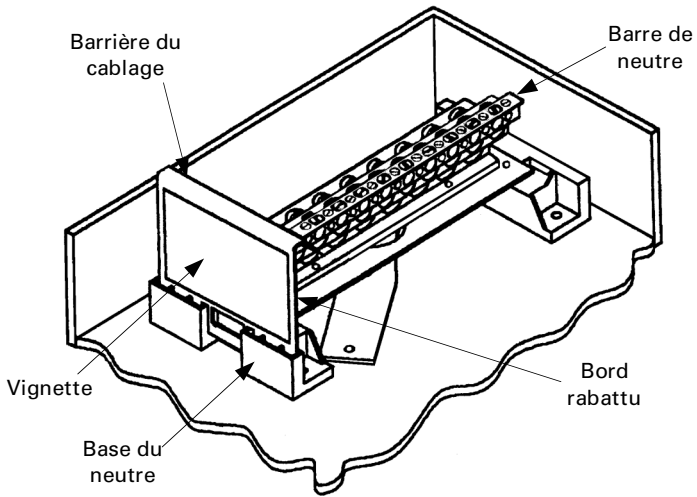

Figure 3. Barrière de câblage installée dans la base du neutre.
3. Fixer l'extrémité opposée du neutre au boîtier à l'aide des deux vis autotaraudeuses de  $10-32 \times 11/16$ " fournies. Serrer à 27–32 lb.-po. La figure 3 montre le neutre installé sur la paroi arrière du boîtier.
5. Installer la barrière du câblage dans la base du neutre, avec le côté rabattu faisant face à la barre omnibus du neutre, comme montré à la Figure 3. La vignette Spectra Series est située sur le côté de la barrière de câblage à l'opposé du bord rabattu.